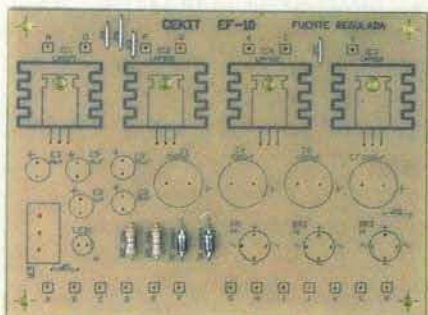

Figura 10.7
Paso 1. Instale y suelde primero los puentes de alambre, los diodos y las resistencias, pues son los elementos de menor altura. **Figura 10.7**